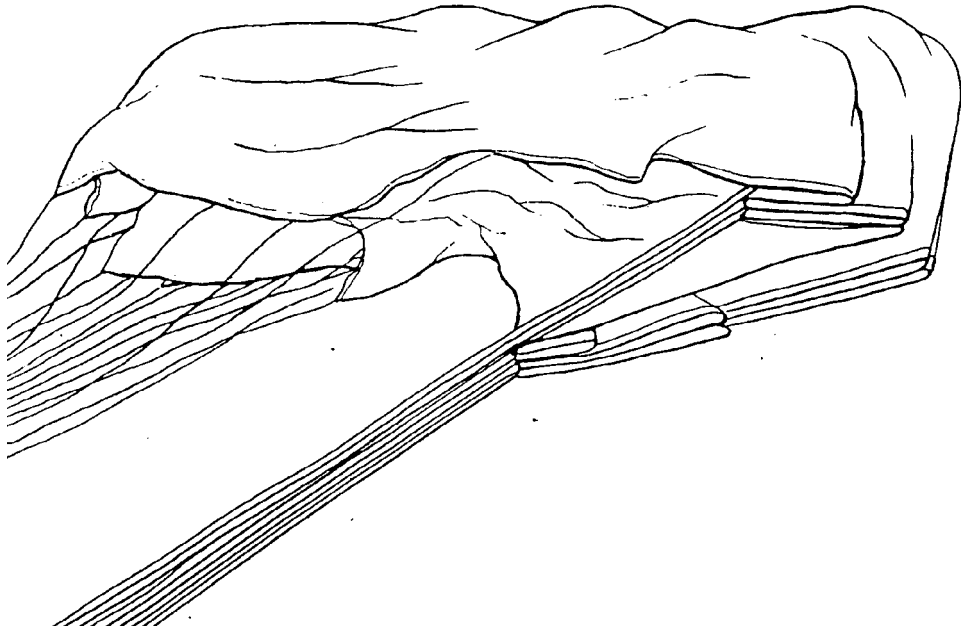

Рис. 21
5) уложить задние полотнища, как показано на рис. 21;